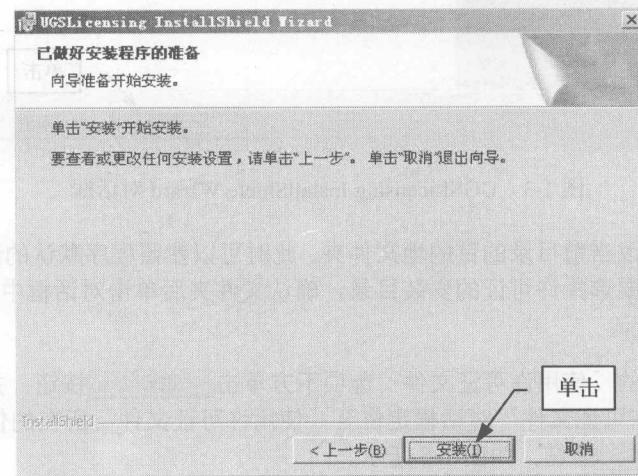

图 1-6 确认开始安装许可证
8. 在对话中单击安装(I)按钮，如图1-6所示。系统开始安装许可证。